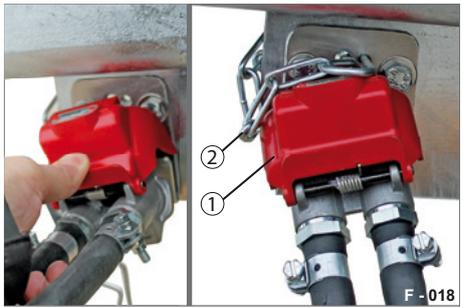

Abb. 21 Duo-Matic, geparkt
► Stecken Sie den Federstecker (Abb. 21/2) in die Bohrung hinein.